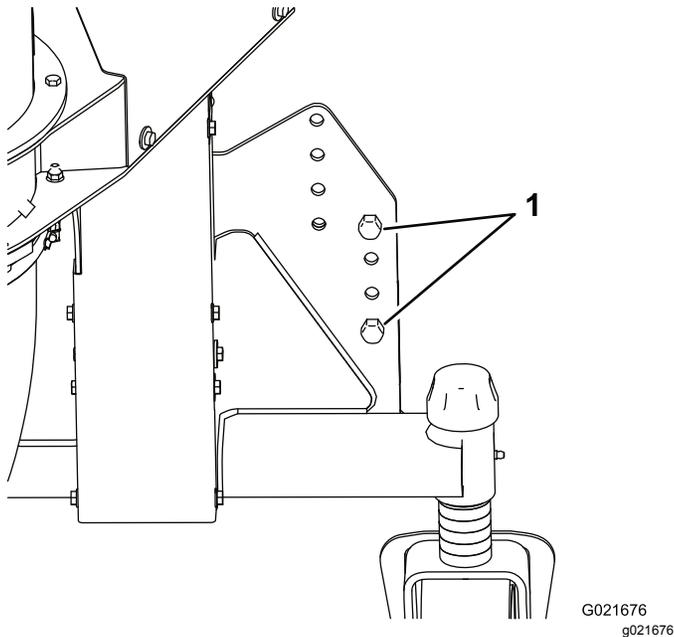

Figure 7
9. Faites glisser la caisse pour l'éloigner du souffleur et abaissez le souffleur jusqu'à ce que les roues pivotantes touchent le sol, mais en gardant la sangle tendue (Figure 7).